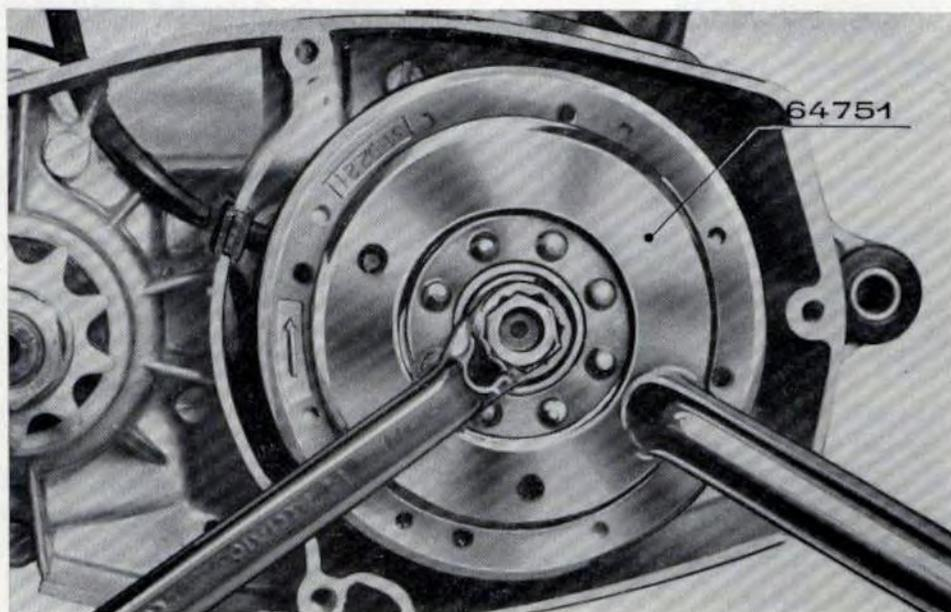

Fig. 1 - Come trattenere il volano elettronico usando l'attrezzo 64751
4. Fig. 1 - Usando l'attrezzo 64751, ferma volano, svitare con chiave da mm. 14 il dado bloccaggio volano e sfilare la rispettiva rosetta elastica.